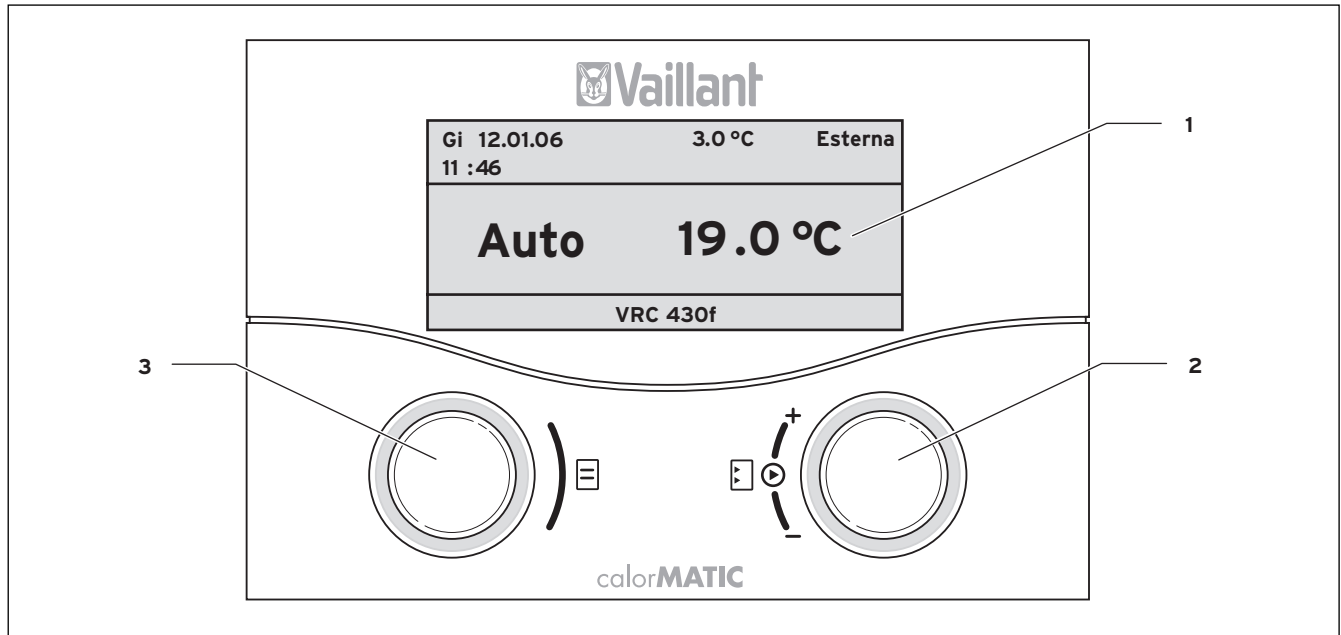

Fig. 4.1 Panoramica del pannello frontale di comando e visualizzazione (esempio: visualizzazione di base semplificata)
- Schermata di base semplificata (fig. 4.1)
Le due manopole (fig. 4.1 pos. 2 e 3) funzionano secondo il principio del cosiddetto sistema Vaillant "Gira e clicca".